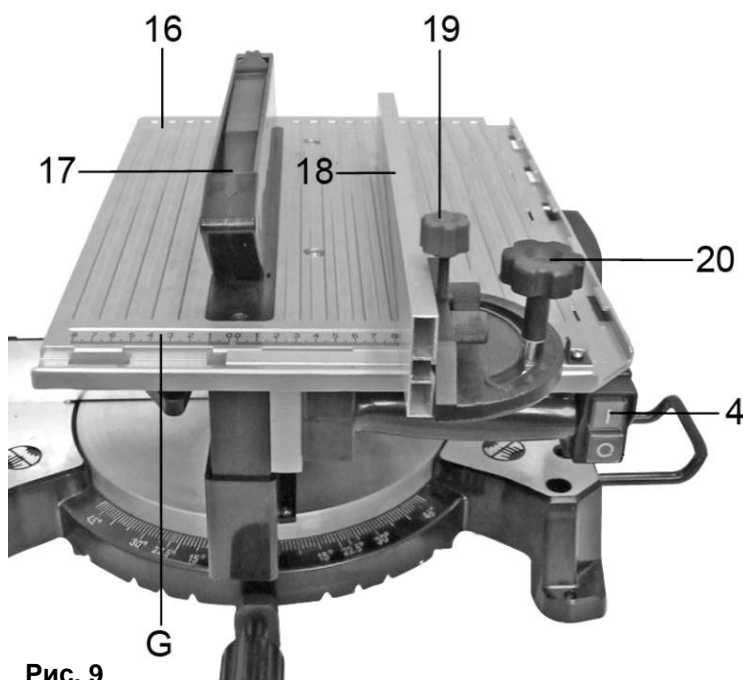

Рис. 9
- Угловой упор (18) закрепляется на верхнем распиловочном столе (16) с помощью винтов-фиксаторов (19 и 20)(См. Рис.9).
- Подайте заготовку к пильному диску, перемещая направляющий упор (18) с транспортиром по пазу распиловочного стола (16)(См. Рис.9; 10).
- Зафиксируйте положение упора (18) винтами фиксации планки (19) и винтом транспортера (20) (См. Рис.9).
- Установите направляющий упор (18) под произвольным углом к пильному диску. Для этого отпустив винт (20) поверните транспортер и совместите соответствующую метку с указателем угла.